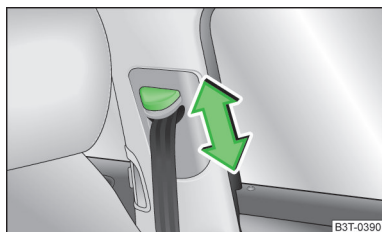

Abb. 153
- Den Umlenkbeschlag drücken und in die gewünschte Richtung nach oben oder unten schieben » Abb. 153.